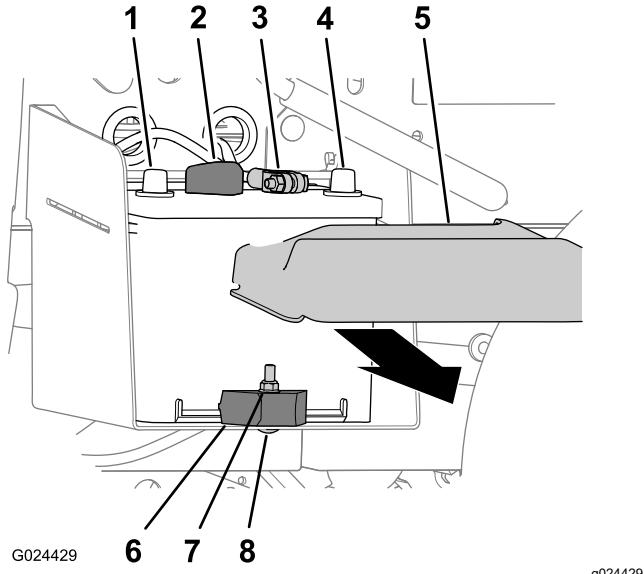

図 40
1. バッテリーカバーを両側から押すようにしてバッテリー上部からカバーを外す(図 40)。
2. バッテリーのマイナス端子からマイナス-ケーブルを外す図 40。
3. バッテリーのプラス端子からプラスケーブルを外す図 40。
2. バッテリーをバッテリートレイに固定しているロックナット、キャリッジボルト、バッテリークランプを外す図 40。
3. バッテリートレイからバッテリーを取り出す図 40。
1. バッテリートレイにバッテリー載せる図 40。
注 バッテリーのプラス端子とマイナス端子が図 40のように整列するように取り付けること。
2. バッテリークランプ、キャリッジボルト、ロックナットを使って、バッテリーをバッテリートレイに固定する図 40。
1. バッテリーのプラス+ケーブルをバッテリーのプラス端子に接続する図 40。
2. バッテリーのマイナス-ケーブルをバッテリーのマイナス端子に接続する図 40。
3. バッテリー上部に、バッテリーカバーを取りつける図 40。